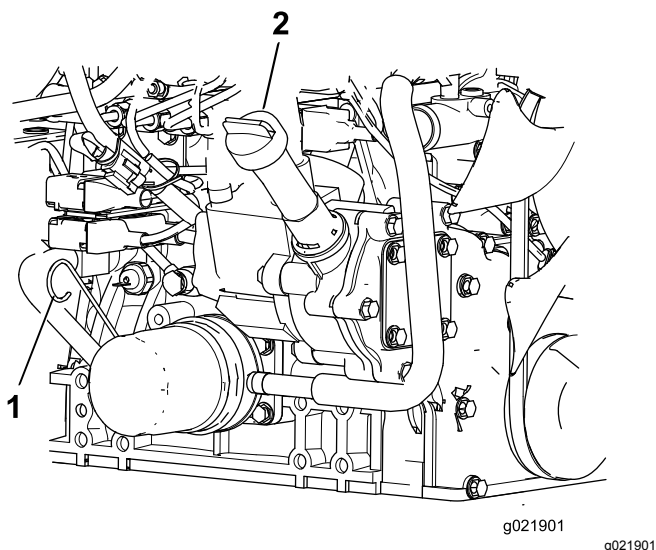

Figura 74
3. Togliete l'asta di livello, pulitela strofinandola, rimettetela nel tubo ed estraetela di nuovo. Il livello dell'olio deve essere tra la tacca PIENO e quella AGGIUNTA (Figura 74).
4. Se il livello dell'olio è basso, rimuovete il tappo di riempimento e aggiungete olio fino a quando il livello non è compreso tra la tacca di PIENO e quella di AGGIUNTA (Figura 74).